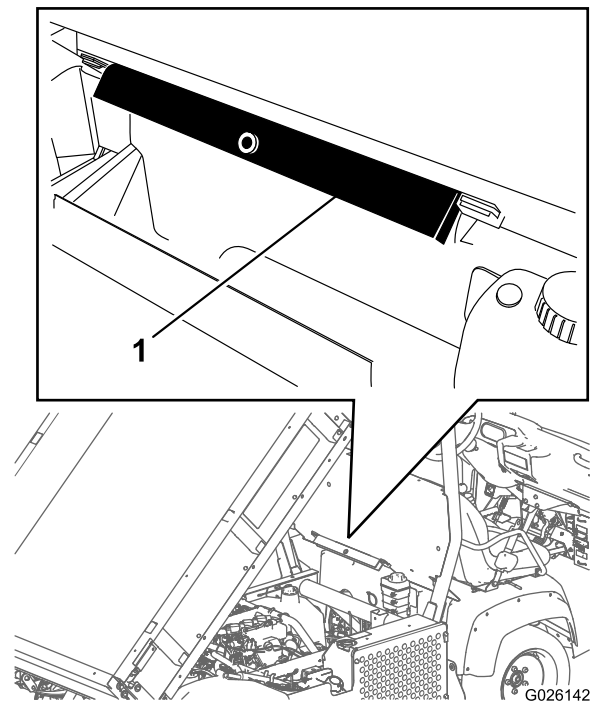

Bild 13
2. Nehmen Sie die Ladepritschenstütze aus den Lagerhalterungen hinten an der Überrollschutzplatte (Bild 13).